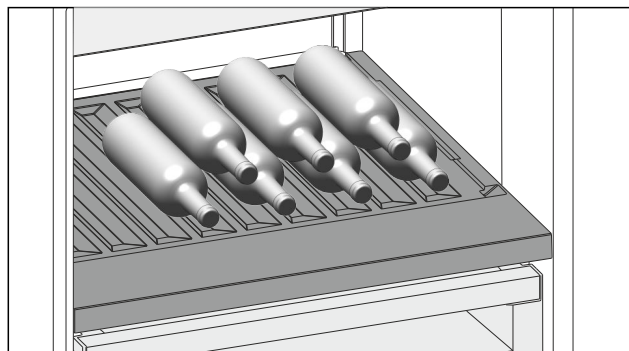

Fig. 98
- Wkładać butelki dnem ustawionym do tyłu, w kierunku ścianki tylnej. (patrz Fig. 98)